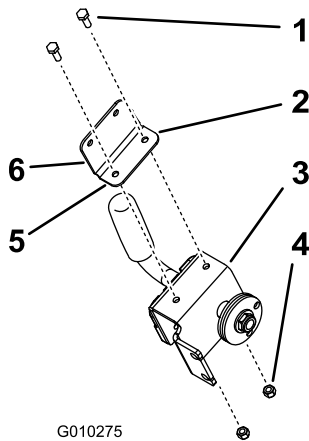

Figure 5
1. Montez l'ensemble poignée sur le support en équerre avec 2 boulons (1/4 x 3/4 po) et 2 contre-écrous (1/4 x 3/4 po) (Figure 5). Veillez à utiliser le support correct.